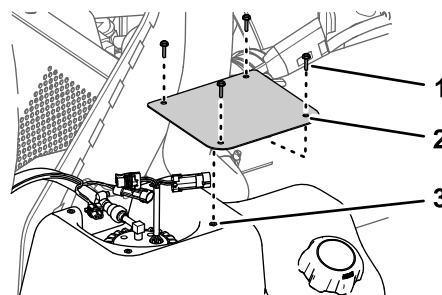

図 121
1. カバーをタンク 図 121 に組み付けるステップ 2 燃料ポンプのカバーを外す (ページ 66) で外したねじ #10 x 3/4" 4本を使用する。